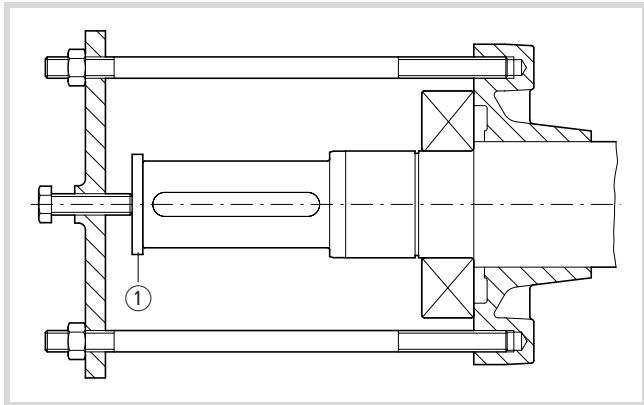

Figure 11 : Retrait du couvercle de roulement intérieur et du roulement
- Retirez de l'arbre le couvercle de roulement AV (1.07) intérieur ou AR (2.05) intérieur en même temps que le roulement (→ fig. 11).